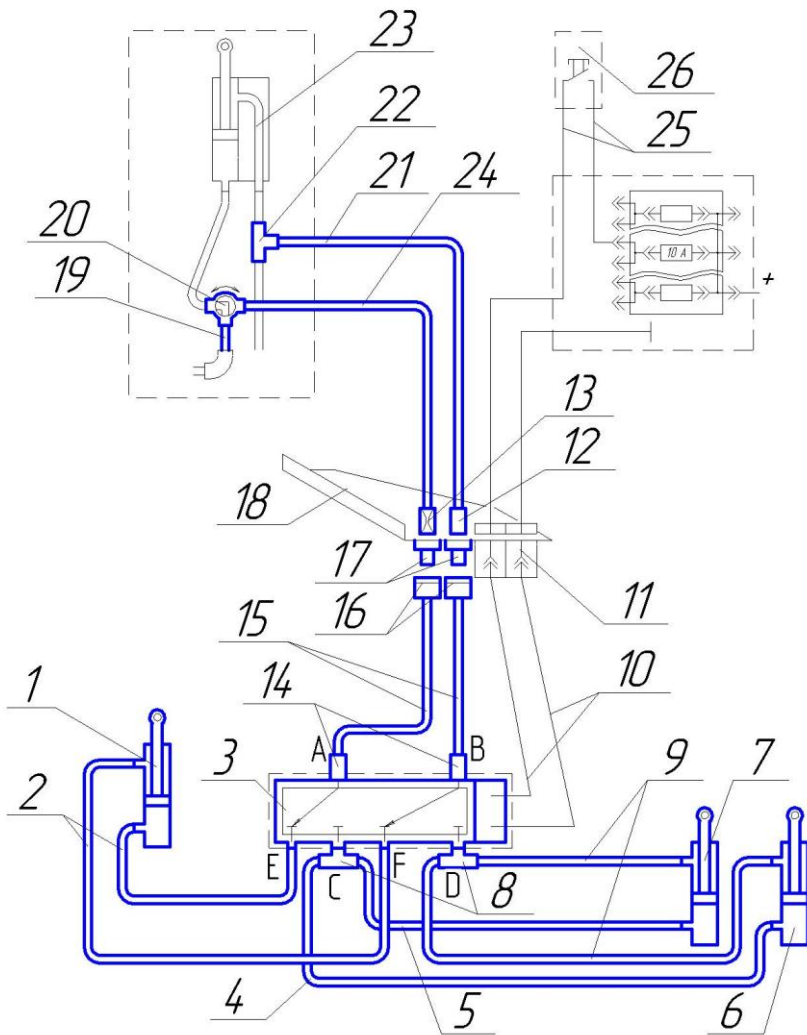

Рисунок 2.
Для питания гидроцилиндров 1, 6, 7 управления трубой погрузочной используется магистраль гидроцилиндра 23 задней навески трактора (рис.2).
Подключение трубы погрузочной к общей гидросистеме трактора и, навешенного на него снегоуборщика СУ-2.1 ОМ, осуществляется посредством замены рукавов высокого давления управления козырьком штатной трубы-метателя СУ-2.1 ОМ (поз. 24 см. рис 3 руководства СУ-2.1 ОМ) на рукава 15 (рис. 2).
2. Проложить кабель 25 (рис.2), таким образом, чтобы конец, идущий к розетке 11, проходил с левой стороны трактора, под капотом наряду с другими кабелями, а конец с кнопкой выходил с правой стороны щитка приборов.
Поз. Рис. 2	Место установки